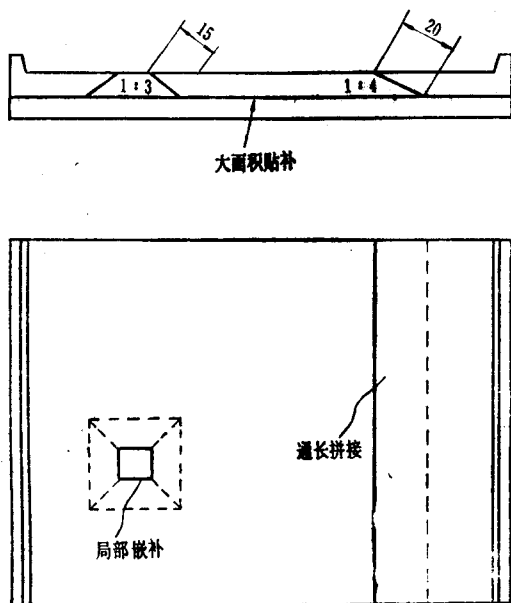

图 2—1
2. 配好料的胶垫，在嵌补或拼接处要削平。在局部嵌补处一般削成 1 : 3 的坡度（切削面宽约 15 毫米），在通长拼接处削成 1 : 4 坡度（切削面宽约 20 毫米），如图 2—1 所示。这样可以保证有充分的胶粘面积和胶粘力。
3. 贴边时要注意胶补面积的大小，如通块胶补，除四周贴边外，中间还要加贴一根胶片（如图 2—2 所示）。